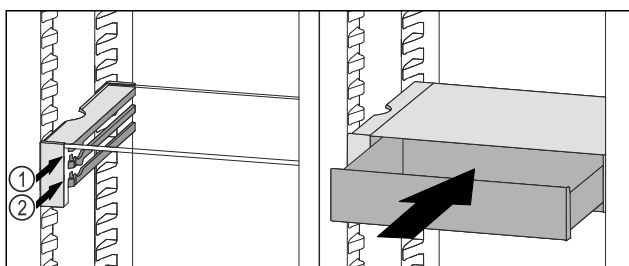

Fig. 132
- Założyć szufladę VarioSafe za stoperami na wybranych żebrowach Fig. 132 (1) lub Fig. 132 (2).